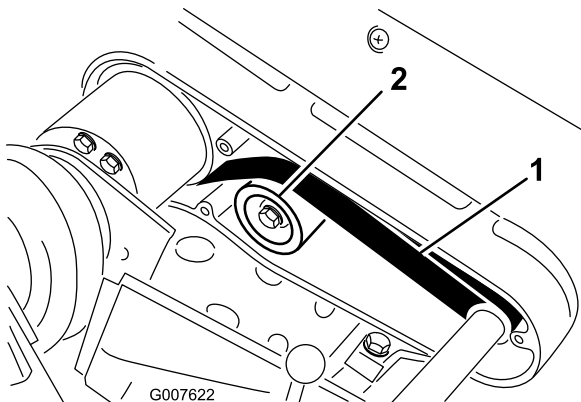

図 38
2. プーリー間の中央部で（図 38）、22-26 N（2.3-2.7 kg）程度の力でベルトを指で押して点検する。ベルトのたわみが 6 mm あれば適正とする。
- A. アイドラプーリー固定ナットをゆるめ、プーリーをベルトの背に押しつけて、適当な張りを出す（図 38）。